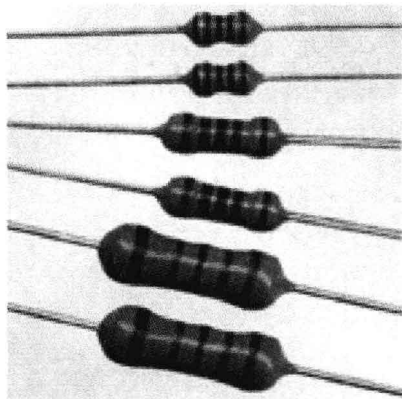

图1-4 金属膜电阻器
2. 金属膜电阻器 外形如图1-4所示,它是采用金属膜作为导电层的电阻器,也属于膜式电阻器。